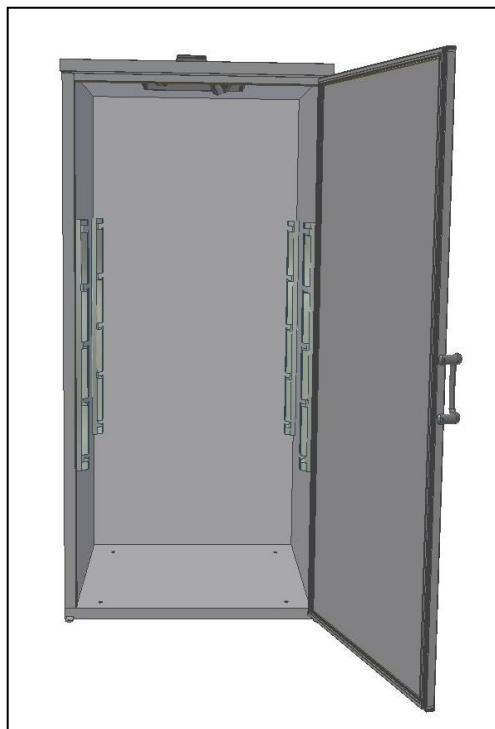

Fig. 13
- Colocar **los montantes** en los laterales, derecho y izquierdo, en el interior del armario (Fig.13);